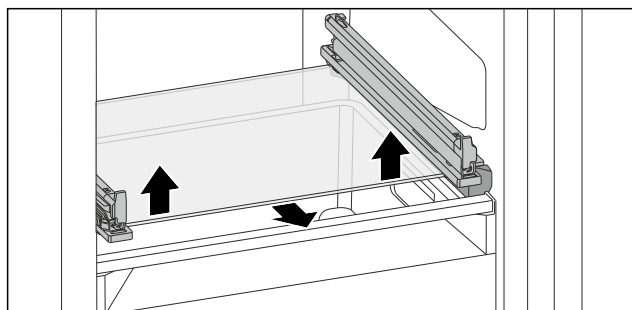

Fig. 132 Glasplatte des abklippbaren Schubfachs
- Glasplatte von unten beidseitig nach oben drücken. (siehe Fig. 132)